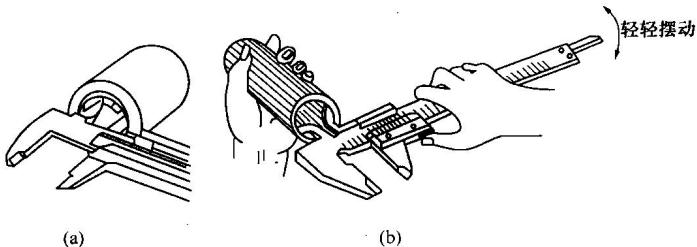

图 2-10 内径测量方法
(5) 测量工件内径尺寸时，应使用量爪刀口狭窄测量面测量，如图 2-10 (a) 所示。测量时应以尺身固定量爪贴平内孔表面，右手拇指带动游标向外拉，并以固定量爪为基准，游标量爪作上下缓慢摆动，如图 2-10 (b) 所示，游标卡尺上所显示的最大读值为实际尺寸。